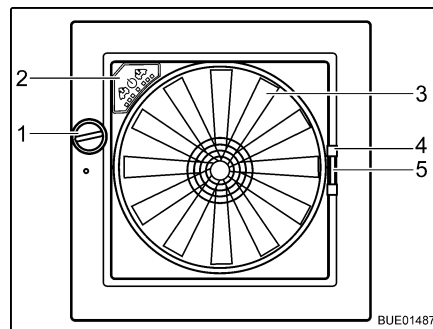

Fig. 55 Claraboya Omni-Vent
- Girar el botón giratorio (Fig. 55,1) hasta alcanzar el ángulo de apertura deseado.
- Girar el botón giratorio (Fig. 55,1) hasta que la claraboya esté completamente cerrada.
- Tirar del tirador (Fig. 55,4) de la protección contra insectos hacia el lado opuesto del marco.
- Comprimir el tirador (Fig. 55,5) del oscurecedor.
- Ventilador** Cuando la claraboya está abierta, el interior se puede ventilar y purgar de aire con el ventilador de 6 niveles (Fig. 55,3). El ventilador se maneja a través del cuadro de mando (Fig. 55,2).